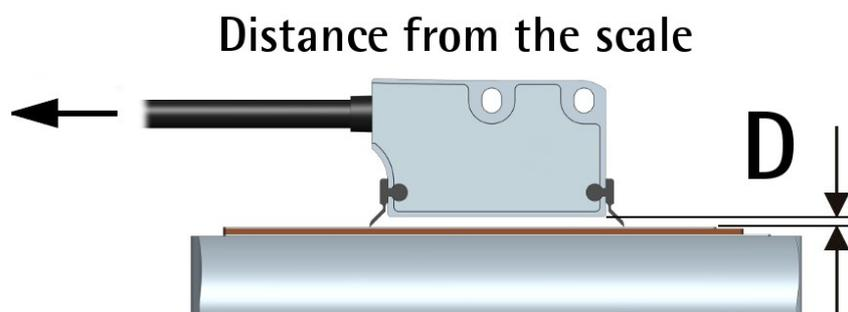
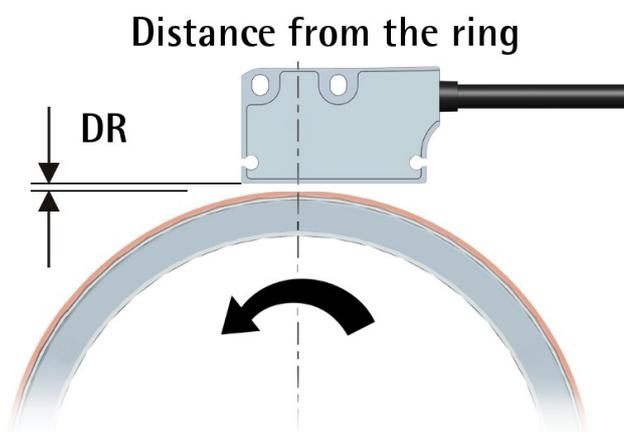

Figura 1 - Distanza montaggio sensore / banda
Figura 5 - Distanza sensore / anello
| 3.10 Spazzole di pulizia opzionali (Figura 1)..... | 16 |
E' possibile montare la testina sulla banda nelle due direzioni. La freccia in Figura 1 indica la **direzione di conteggio standard** (il fronte di salita del segnale A precede il fronte di salita del segnale B) quando il sensore muove nella direzione indicata dalla freccia; ulteriori informazioni nella sezione "4.7 Direzione di conteggio" a pagina 22.
La distanza D (si veda la Figura 1) tra la base del sensore e la banda magnetica deve essere compresa nei range indicati nella seguente tabella:
La direzione di conteggio positiva (il fronte di salita del segnale A precede il fronte di salita del segnale B) si ha quando il sensore muove sulla banda nella direzione indicata dalla freccia in Figura 1; oppure quando l'anello ruota nella direzione indicata dalla freccia in Figura 5 Per ogni informazione riferirsi alla sezione "4.7 Direzione di conteggio" a pagina 22.
3.10 Spazzole di pulizia opzionali (Figura 1)
La direzione di conteggio standard (il canale A precede il canale B) è da intendersi con movimento del sensore come indicato dalla freccia in Figura 1 nel caso di applicazione lineare; con movimento dell'anello come indicato dalla freccia nella Figura 5 nel caso di applicazione rotativa.
Di default la relazione di fase tra i canali di uscita A e B è tale per cui il fronte di salita dell'impulso A precede il fronte di salita dell'impulso B con movimento dell'encoder nella direzione indicata dalla freccia in Figura 1 nel caso di applicazione lineare; con movimento dell'anello come indicato dalla freccia nella Figura 5 nel caso di applicazione rotativa (si veda la sezione "4.6 Definizione canali d'uscita ABO, /ABO" a pagina 20). Il valore rilevato da un contatore collegato alle uscite dell'encoder è perciò crescente. La direzione di conteggio non può essere modificata.